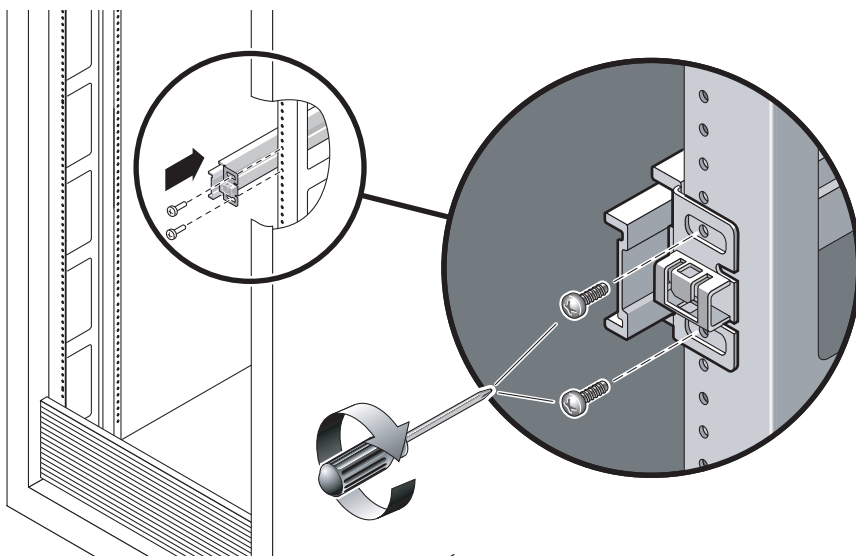

图 3-27 安装滑轨
- a. 使用两颗螺丝将滑轨的前部松松地安装到右前部机架柱（图 3-27）。